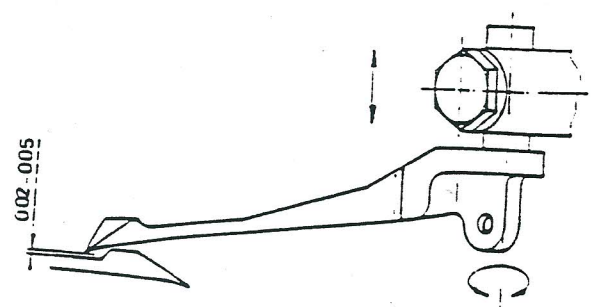

Abb. 6
- Den Obergreifer durch Verschieben und Verdrehen so einstellen, daß die Spitze des Obergreifers im Abstand von $0,02...0,05$ mm hinter der Klinge des Untergreifers vorbeiswingt. (Abb. 6)
- Einstellmaß 0,07 - 0,05 mm (Abb. 6) an der Kreuzungsstelle Untergreifer - Obergreifer überprüfen und gegebenenfalls durch Verschieben des Greifers korrigieren.